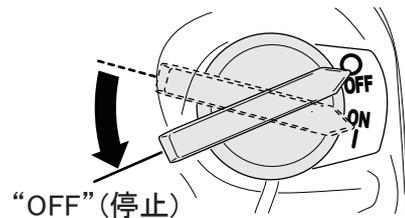

図 22
4. スロットルレバーを低速にしてエンジンを冷やします。2~3分程待ってからエンジンスイッチをOFF(停止)にします。(図22)